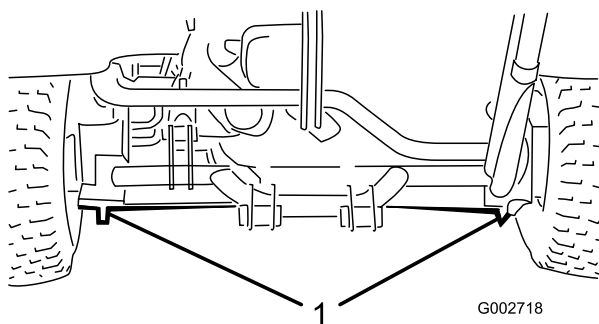

Figura 20
- Lato sinistro o destro – sotto il motore delle ruote posteriori o il telaio (Figura 20).